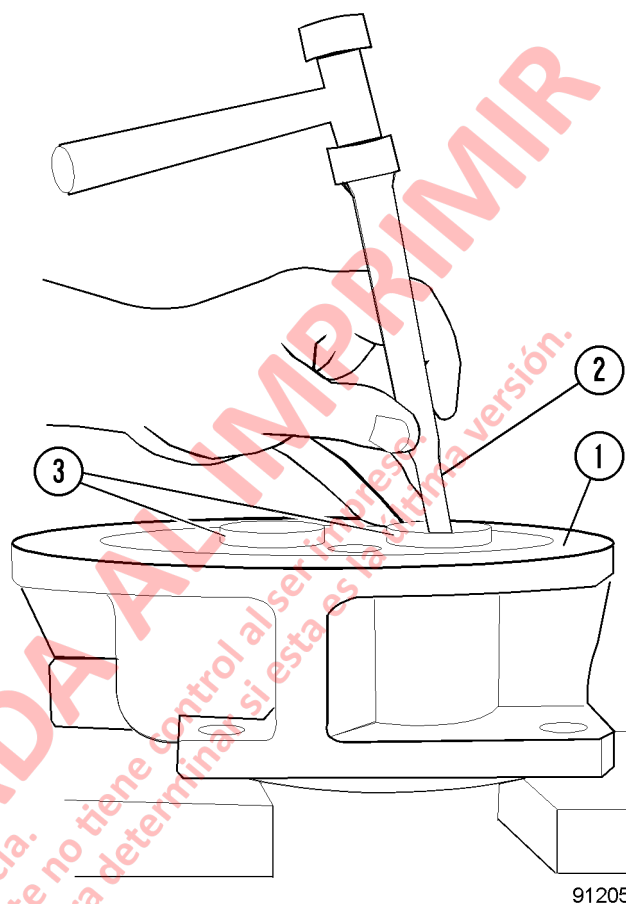

FIGURA 3-8. EXTRACCIÓN DEL SELLO DEL EJE
15. Use un punzón y un martillo para sacar el sello del eje externo del agujero de la brida (Consulte la Figura 3-8). Tenga cuidado de no arruinar, rasguñar o dañar la superficie del agujero del sello o rodamientos.